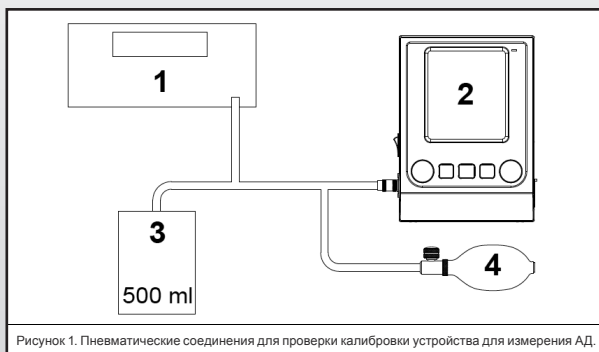

Рисунок 1. Пневматические соединения для проверки калибровки устройства для измерения АД.
- 9.4.1.6 Выполните необходимые подключения, используя материалы, перечисленные в списке «Необходимое оборудование». См. Рисунок 1 для пневматических соединений.